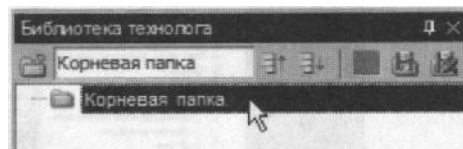

Рисунок 36
15. Нажмите кнопку  **Взять на изменение**. Панель инструментов библиотеки изменилась и корневая папка стала доступна для редактирования (рис. 36). Для переименования папок служит окно на панели инструментов библиотеки. Введите вместо названия «Корневая папка» новое - «Операции контроля» и нажмите <Enter>. Название папки изменилось.